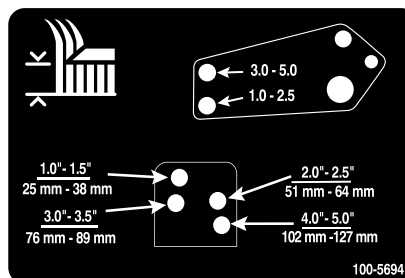

Figura 23
10. Alinhe os orifícios do elemento de ligação do amortecedor com os orifícios da altura de corte desejada na estrutura da plataforma do cortador e monte os respectivos pinos de segurança e contrapinos tipo grampo (Figura 23).